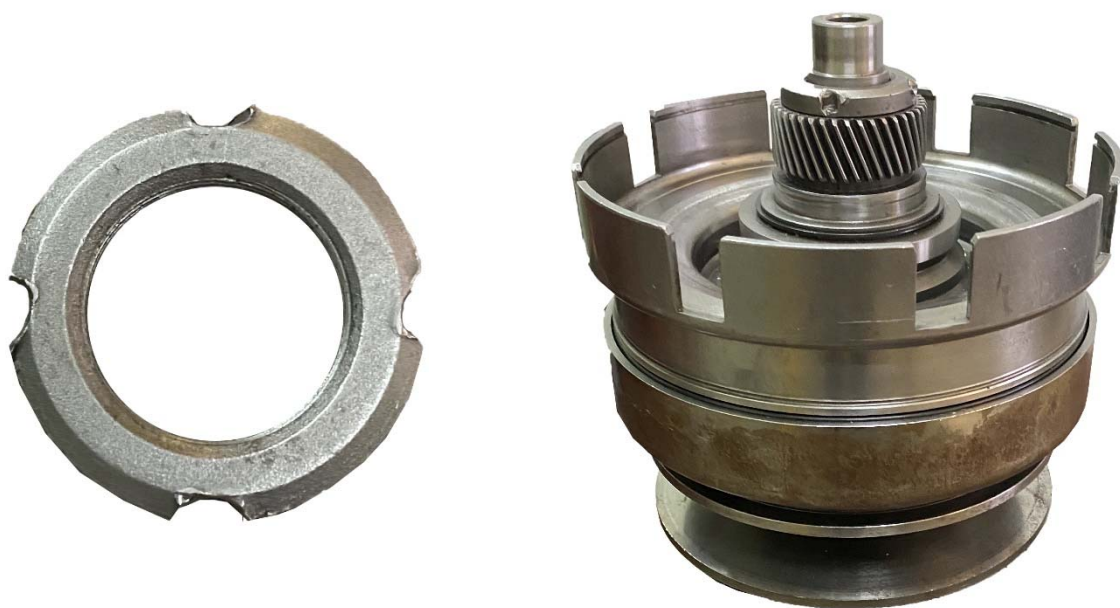

Рисунок 79 – установка гайки ведущего шкива.
- закрутить гайку ведущего шкива (рисунок 79);